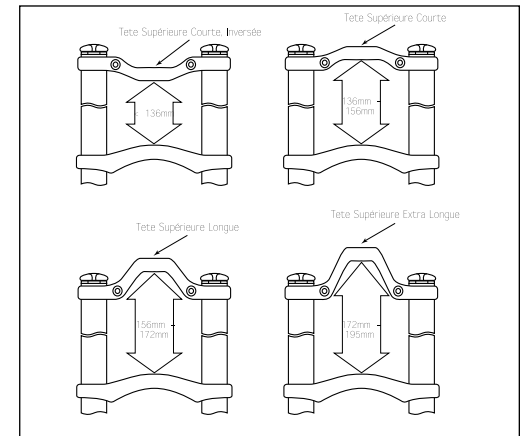

Fig. 2
- Avant de la monter sur votre vélo, vérifiez que votre fourche Judy XL est bien munie de la tête supérieure appropriée. Les têtes supérieures disponibles pour la fourche Judy XL sont illustrées à la fig. 2. Reportez-vous également à la fig. 2 pour plus d'informations sur la sélection et le réglage de la tête supérieure permettant de maximiser la rigidité de la fourche.